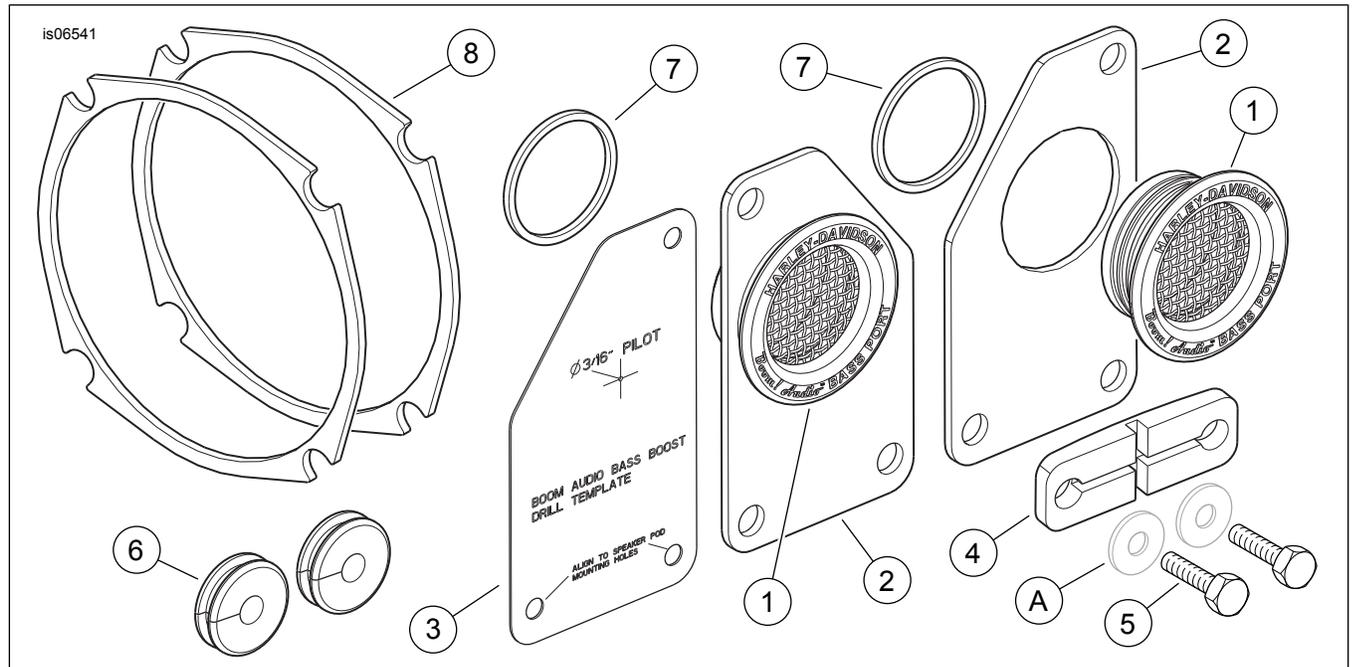

Abbildung 1. Ersatzteile, Tour-Pak-Anschlusssatz für BOOM! Audio-Bass-Booster
Siehe Abbildung 1 und Tabelle 1.
7. Siehe Abbildung 1. Die Bohrer-Schablone (3) aus dem Satz nehmen. **Wenn NICHT mit einem Stromanschluss ausgestattet: Bei Ausstattung mit einem Stromanschluss:**